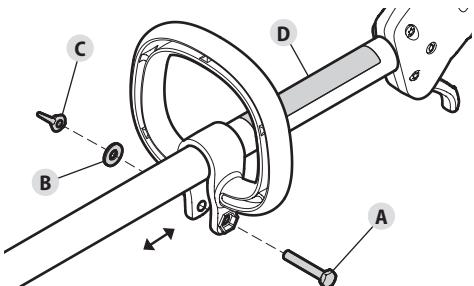

Fig. 9
- Inserte el perno (Fig. 9-A) en el orificio del perno hexagonal y presione para que pase a través de él. Coloque la arandela (Fig. 9-B) en el perno. Enrosque la tuerca de mariposa (Fig. 9-C) en el perno, pero no lo ajuste completamente.
- Mantenga la unidad en la posición de funcionamiento (Fig. 16). Mueva la manija hacia arriba o abajo del alojamiento del eje superior hasta que esté en una posición cómoda. Compruebe que la manija esté ubicada más allá del extremo de la etiqueta de seguridad (Fig. 9-D).
- Afloje la tuerca de mariposa (Fig. 9-C).